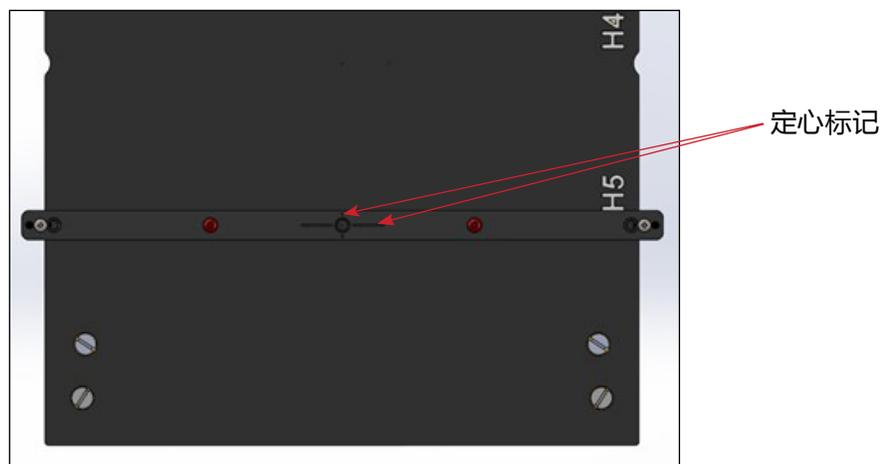

图 50
3. 将定心夹具放置定位杆上。使用 CT 激光对齐系统确定对齐光束射在定位杆的定心导向槽标记上(图 50)。